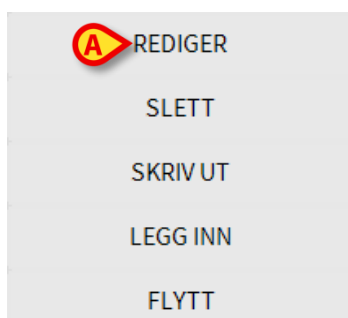

Fig 67
Det åpnes en meny med ulike valg (Fig 67).
- Klikk på **Rediger**-knappen (Fig 67 A).